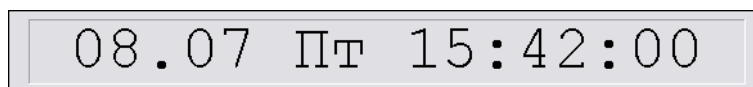

Рис. 16
- «Панель времени». Подпункт позволяет показать или скрыть панель, где отображается текущая дата, день недели и время (Рис. 16). Панель времени располагается поверх всех окон, кроме того, ее можно перемещать по экрану. Для этого необходимо нажать на поле рамки и, удерживая клавишу мыши, переместить рамку в желаемое место экрана.